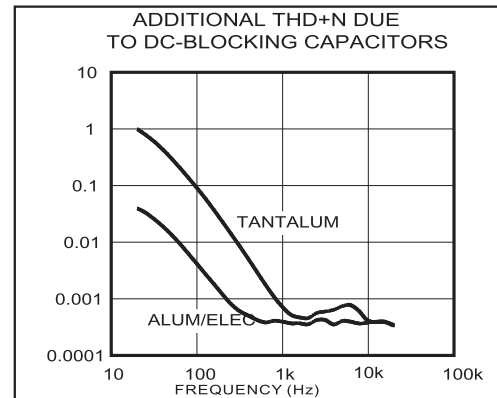

图3. 隔直电容引起的失真
2) 随着电容值的变化以及电容两端电压的变化，隔直电容的电压系数会导致重建音频信号的失真。在低于 -3dB 频率以下的低频范围内，容抗起主导作用，电压系数表现为失真度随频率而变化。图 3 给出了两种不同电介质电容引入的 THD+N，100Hz 以下的 THD+N 增加很快。